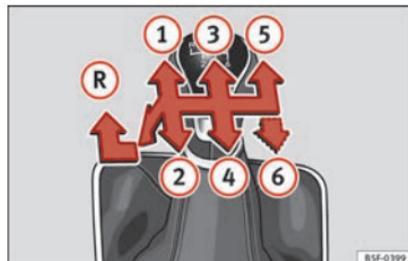

Fig. 44 Esquema de uma caixa de velocidades manual de 5 ou de 6 velocidades.
Na alavanca das mudanças indicam-se as posições das marchas »»» **Fig. 44**.
- Com a alavanca das mudanças em ponto morto, pressione-a para baixo, mova-a para a esquerda até ao fim e depois para a frente para selecionar a marcha-atrás » Fig. 44 (R).